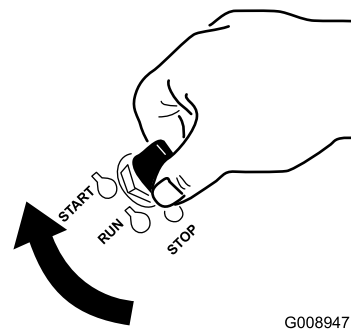

Figure 23
1. Tournez la clé de contact à la position de DÉMARRAGE (Figure 23).